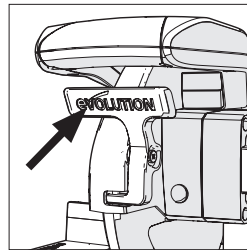

Abb. 18
- Drücken Sie auf den Verriegelungshebel der unteren Schutzvorrichtung, um den Schneidkopf freizugeben. (**Abb. 18**)